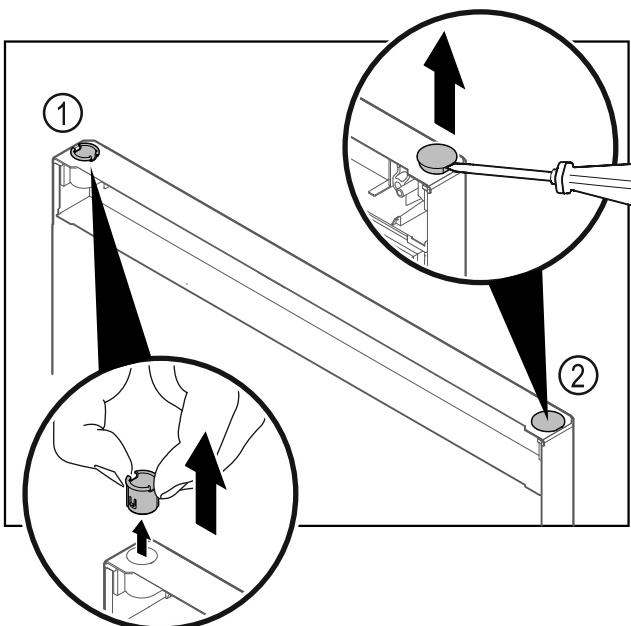

Fig. 18
- Τραβήξτε έξω την υποδοχή μεντεσέ Fig. 18 (1) με τα δάχτυλα.
- ▶ Ανασηκώστε προσεκτικά την τάπα Fig. 18 (2) με ένα ίσιο κατσαβίδι και τραβήξτε την έξω.